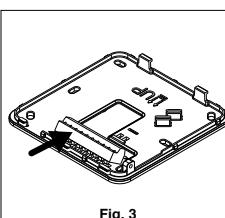

Fig. 3
- Verwijder de controleconnectoren door druk uit te oefenen zoals in fig. 3. Met de controleconnectoren nog niet op hun plaats de elektrische verbindingen voorbereiden tussen deze en het paneel van de elektrische controoleeds van de ventilatorconvector zoals getoond in het bedradingsschema in fig. 10.